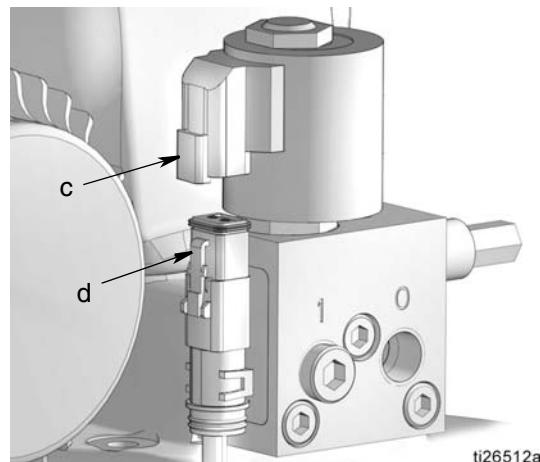

FIG. 7
11. Connect cable (d) to valve cartridge (c) (FIG. 7).